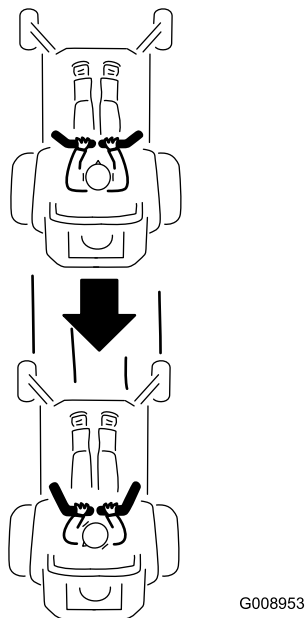

Figura 28
- 2. Para andar para trás, puxe as alavancas de controlo do movimento lentamente para trás (Figura 28).